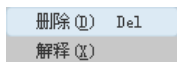

图 5.2.24 快捷菜单
② 添加必要的约束。操作提示如下。
b) 删除无用的约束。在绘制草图时,系统会自动添加一些约束,而其中有些是没用的,如在图 5.2.23a 中,系统自动添加了“垂直”约束(注意:读者在绘制时,可能没有这个约束,这取决于绘制时鼠标的走向与停留的位置)。删除约束的操作方法为:在工具栏中单击“选取项目”按钮。选取图 5.2.23b 中的“垂直”约束 1,然后右击,在弹出的图 5.2.24 所示的快捷菜单中选择 **删除(D)** 命令。用同样的方法删除“垂直”约束 2。